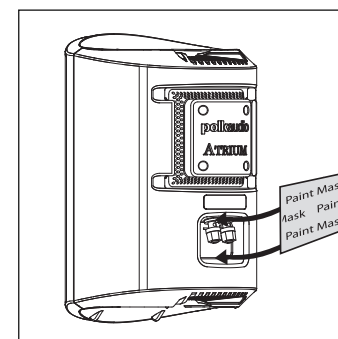
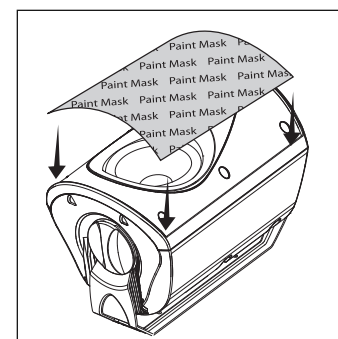

FIGURE 6: Masquez les bornes situées à l'arrière de l'enceinte.
FIGURE 7: Masquez l'écran acoustique et les transducteurs.
2. Masquez le panneau et les bornes situés à l'arrière de l'enceinte [figure 6], puis masquez la surface avant des enceintes pour protéger les transducteurs et l'écran acoustique lors de l'application de la peinture [figure 7]. Masquez le logo Polk situé sur la grille. Masquez également la portion vissable des boutons et les douilles filetétes situées aux extrémités des enceintes.